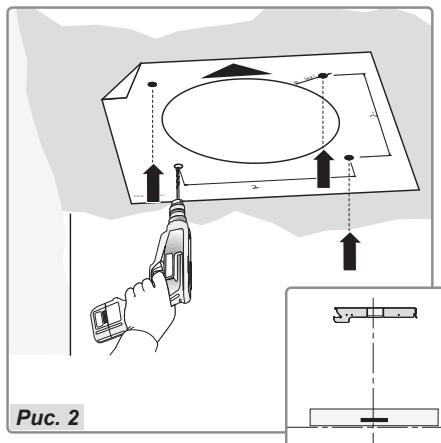

Рис. 2
- Возьмите лист со схемой и разместите его под потолком так, чтобы стрелка располагалась с той же стороны, что и панель управления вытяжкой (рис.2).